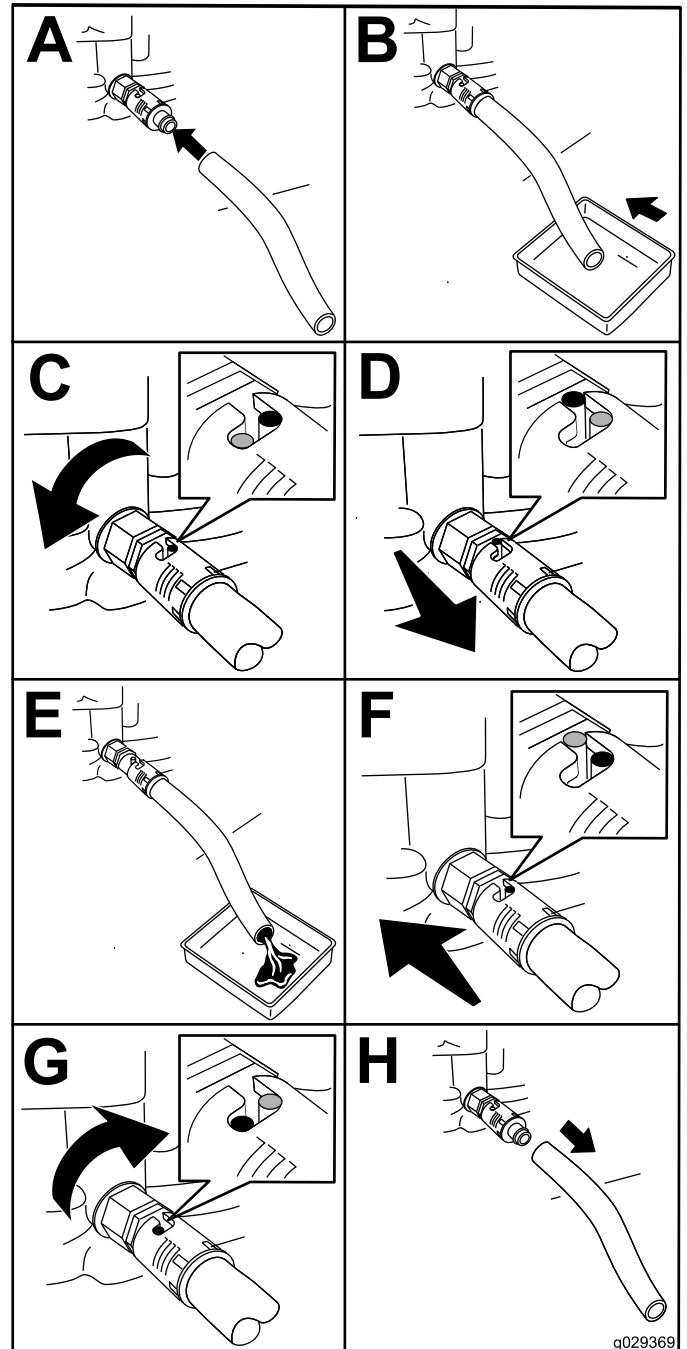

Figura 41
4. Drene el aceite del motor (Figura 41).